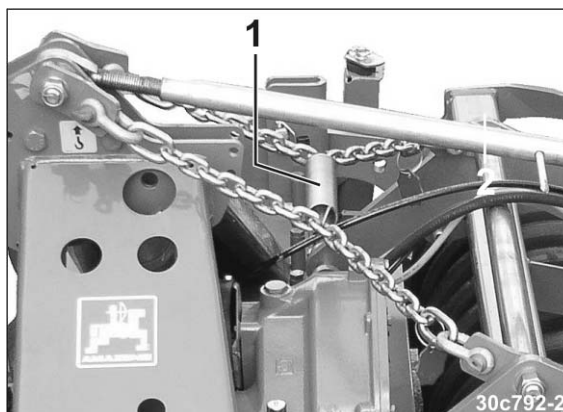

Fig. 45
6. Hægt trækfjederen (Fig. 45/1) i begge kæder. I slækket tilstand skal kæderne ikke berøre jordbearbejdningsredskabets tårn.